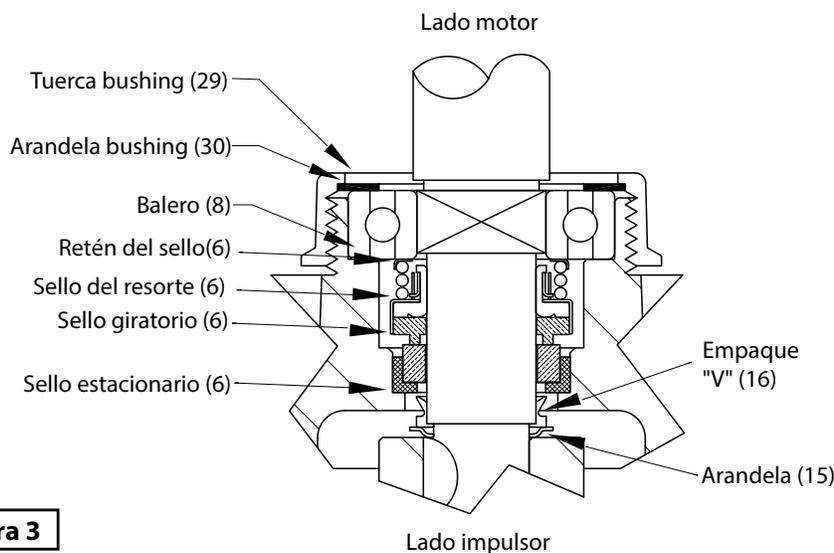

Figura 3
13. Desenrosque la tuerca bushing (29) de la placa de sello (3) y levante el rotor del motor, flecha, balero (8), conjunto del sello mecánico (6), la arandela (30) y la tuerca bushing (29) de la placa de sello (3). Vea la figura 3.